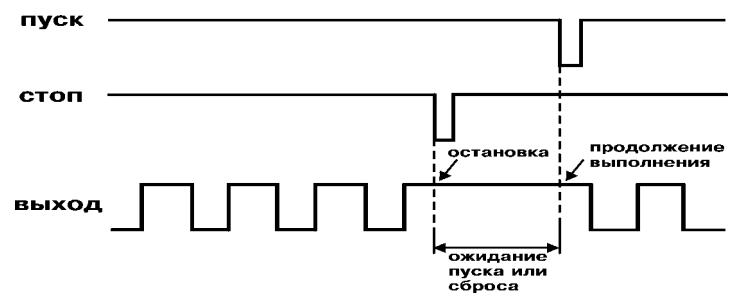

Рис. 7
3.1.3.3. Поступление сигнала «Стоп» останавливает выполнение программы. При этом выходное устройство остается в том состоянии, в котором оно было в момент прихода сигнала "Стоп". Выполнение программы продолжается после поступления сигнала «Пуск», если отсутствует активный уровень на входе «Стоп» (рис. 7).